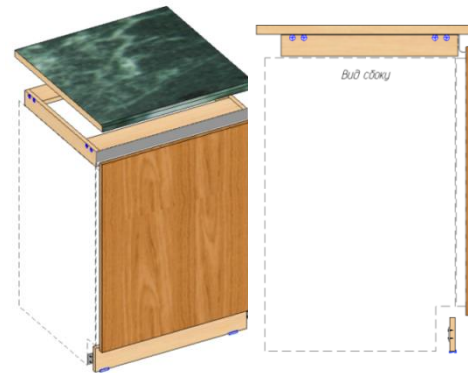

Рис.2 Комплект ПММ (НН) 780х....
(см. рис.2) — шириной 450 и 600мм, глубиной 600мм. Представляет собой нишу, обрамлённую сверху, под столешницей каркасом высотой 60мм (для компенсации высоты каркасов столов с возможностью установить с лицевой стороны (L) профиль, который является единым продолжением профиля смежных модулей) и фасадом (навешивается на ПММ), снизу комплектуется цоколем (является единым продолжением цоколя смежных модулей).